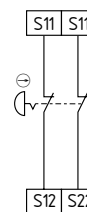

Fig.6
**Circuito de paragem de emergência de dois canais com dispositivos de comando conforme EN ISO 13850 e EN 60947-5-5 (ver Fig. 6)**